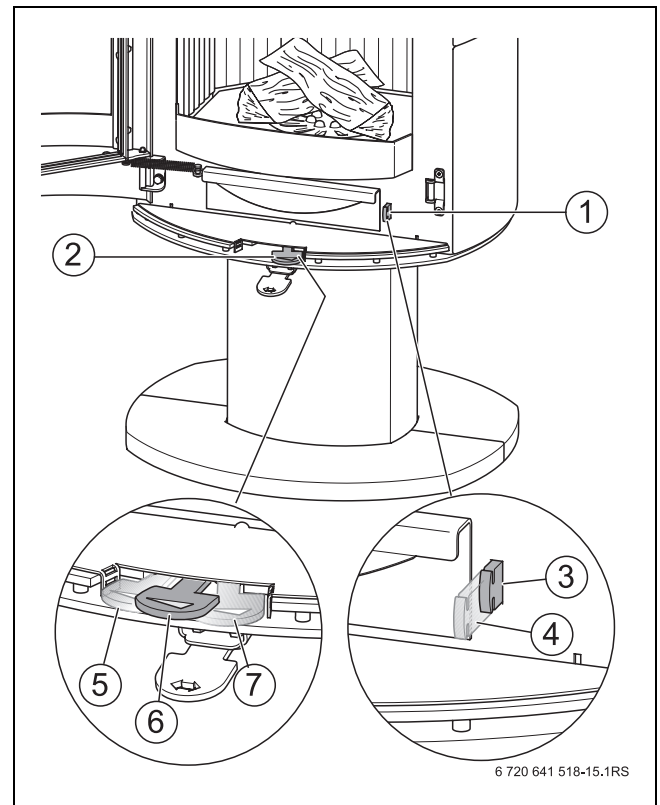

Рис. 28 Заслонка воздуха для горения и заслонка решётки
Заслонка (→ рис. 28, [2], стр. 21) предназначена для регулировки подачи первичного и вторичного воздуха.
Заслонка решётки (→ рис. 28, [1], стр. 21) может применяться для регулирования подачи первичного воздуха (воздуха для горения). При выдвинутой заслонке решётка максимально открыта. Мы рекомендуем открывать её во время розжига. В задвинутом положении решётка насколько возможно закрыта. Для достижения номинальной мощности и обеспечения нижнего обдува смотрового окна камин должен работать с закрытой заслонкой решётки.
Заслонка решётки остаётся задвинутой (→ рис. 28, [3], стр. 21).
- ▶ Когда дрова сгорят до углей и больше не видно пламени, то закройте заслонку воздуха для горения (→ рис. 28, [5], стр. 21). Угли будут медленно гореть с минимальным количеством воздуха.